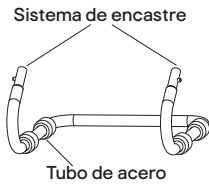

Figura 1
1. Saque la base del tubo de acero de la caja de embalaje y retire la bolsa de este, tal y como se muestra en la Figura 1.